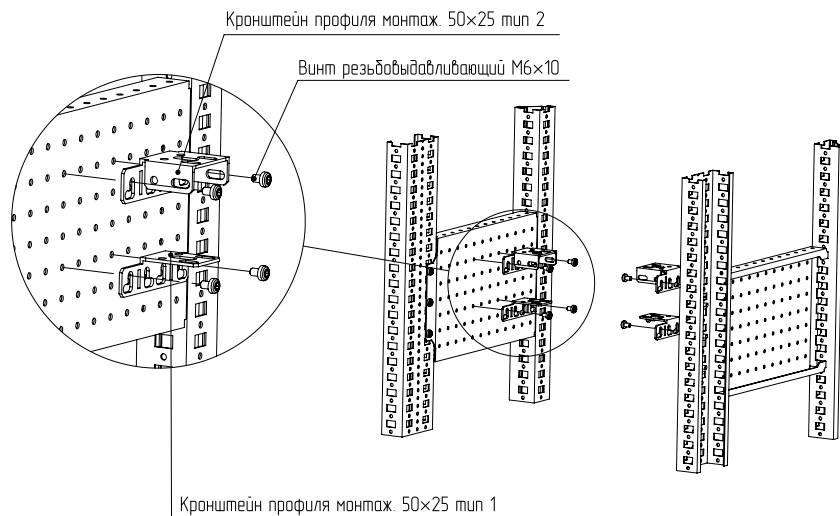

Рисунок 3
4.1.2 Установить кронштейн профиля монтажного тип 1 (2) на панель монтажную боковую перфорированную винтами М6×10 на нужной высоте (рисунок 3). Момент затяжки – 7 Н·м. Монтажная плоскость кронштейнов должна быть на равном удалении от плоскости крыши.